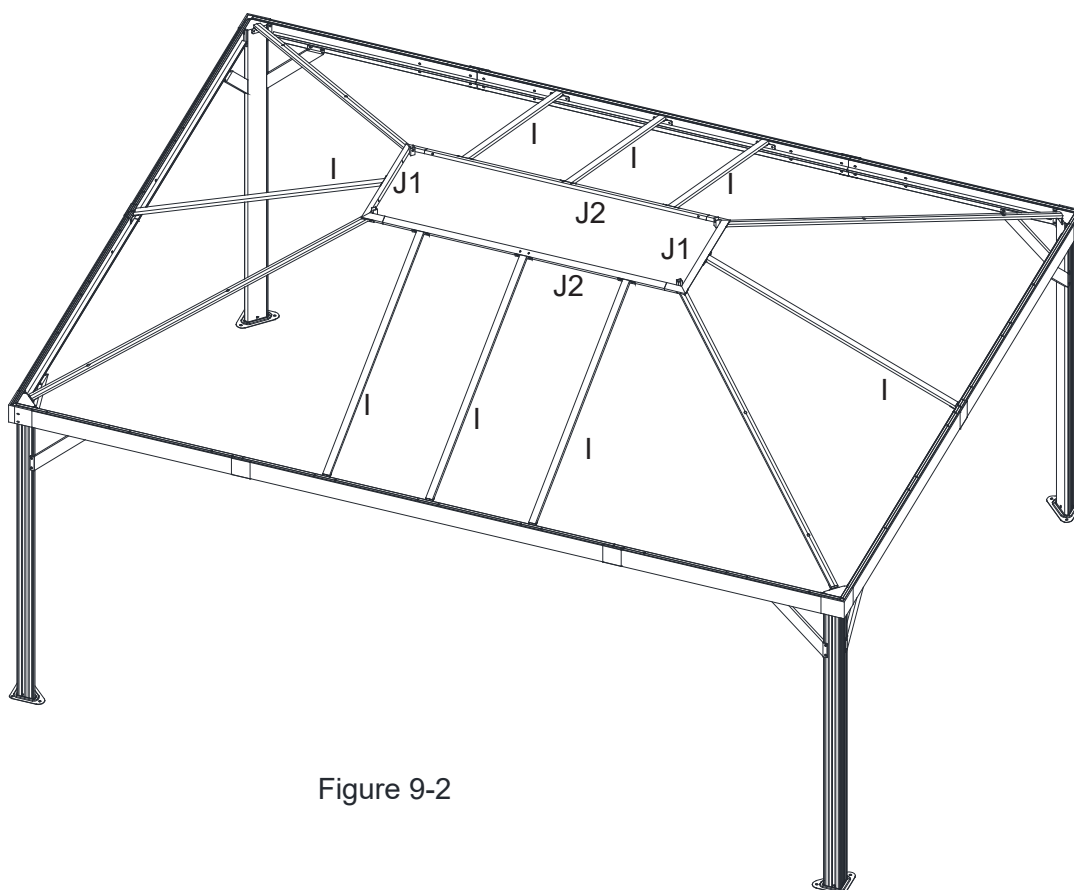

Figure 9-2
9.2. Répétez l'opération pour les côtés opposés. Serrer tous les boulons. Voir la figure 9.2.